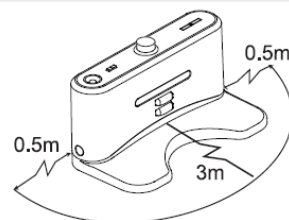

Abbildung 1.
2. Kein Hindernisse oder Hohlräume 3m entfernt von der Docking Station in der Vorder-und 0,5 auf der rechts und links. (Siehe Abbildung 1)